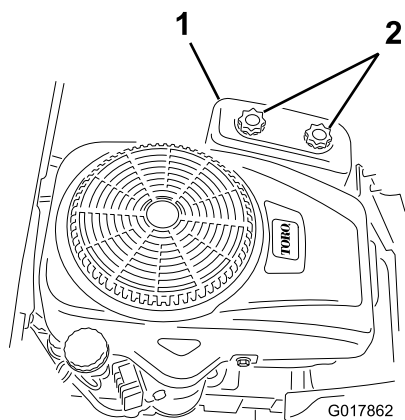

Bild 16
3. Entfernen Sie die Luftfilterabdeckung durch Lösen der beiden Sterngriffschrauben (Bild 16).
4. Setzen Sie die Luftfilterabdeckung auf und ziehen Sie die beiden Handräder an (Bild 16).